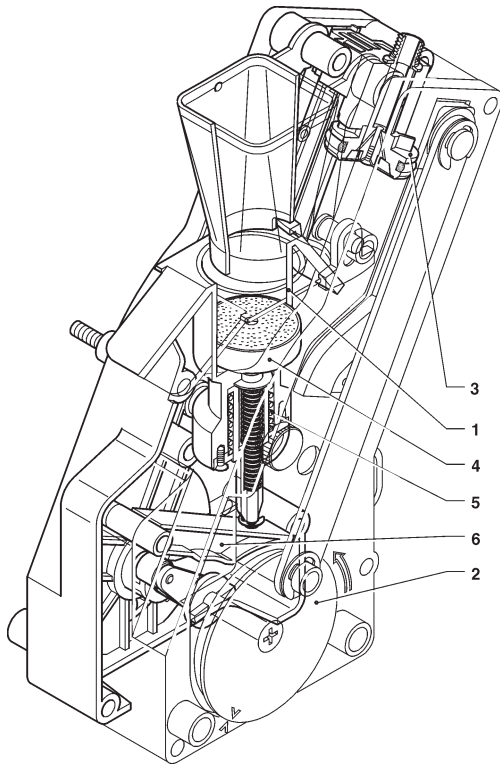

Fig. 17
Pidiendo una selección de café, durante el funcionamiento del molinillo el grupo gira 180° en modo de llevar la cámara de infusión en posición vertical (véase la fig. 17).
El café cae en la cámara de infusión (1) dispuesta verticalmente (véase la fig. 17).